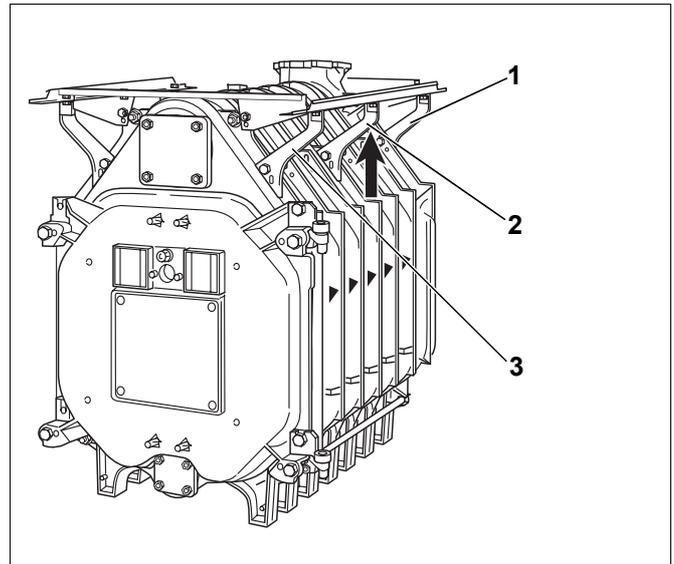

Bild 40 Längsschienen ausrichten
- ▶ Längsschienen ausrichten und die Konsolen am Vorder- bzw. Hinterglied (Bild 40, **Pos. 1** und **3**) fest anschrauben.
- ▶ Die mittleren Konsolen (Bild 40, **Pos. 2**) von unten gegen die Längsschienen schieben und fest mit dem Kesselblock verschrauben.